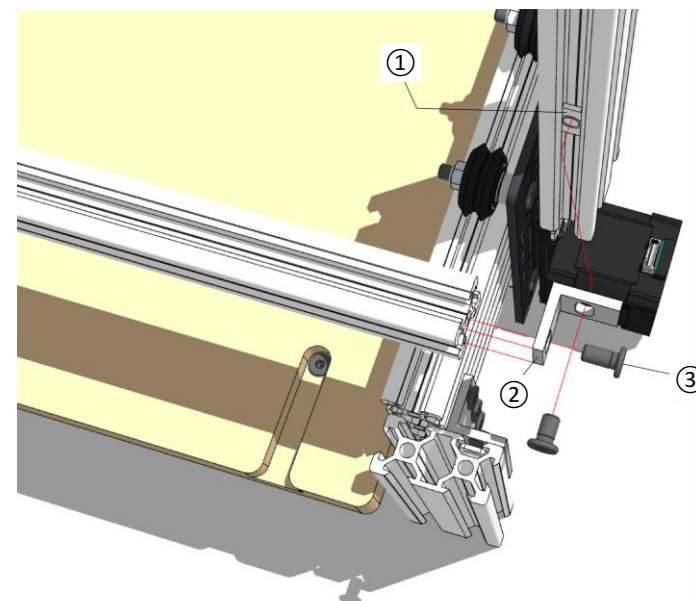

Fig. 33
En el paso siguiente se muestra en Fig. 33. La guía lineal V-Slot 20*20*442mm que se utiliza para reforzar el eje-X. Al final de la V-Slot se insertará un Tornillo de Bajo Perfil M5 de 10mm ③ y debe de ser enroscado con para tornillo M5. El soporte universal en forma L ② será utilizado para montar el V-Slot contra ambos lados del pórtico. Para ello es necesario de agregar una tuerca-T de M5 ① en el V-Slot del pórtico y utilizar un tornillo de bajo perfil M5 de 8mm para montar el soporte al pórtico. Use una pequeña pieza de masking para sujetar la tuerca-T en su lugar. El soporte del eje-X se debe colocar un tan bajo como las placas pórtico por lo que la distancia a la mesa es lo mismo.
The next step is shown in Fig. 33. The 20*40*442mm V-Slot linear rail is used to reinforce the X-axis. At the end of the V-Slot a 10mm low profile M5 screw ③ will be inserted and should be tapped with a M5 screw thread. The L-bracket ② will be used to mount the V-Slot against both sides of the gantry. To do this you need to add a M5 T-nut ① into the gantry V-Slot and use an 8mm low profile M5 screw to mount the bracket. Use a small piece of masking tape to hold the T-nut in place. The X-axis support should be placed as low as the V-Slot gantry plates so the distance to the table is the same.